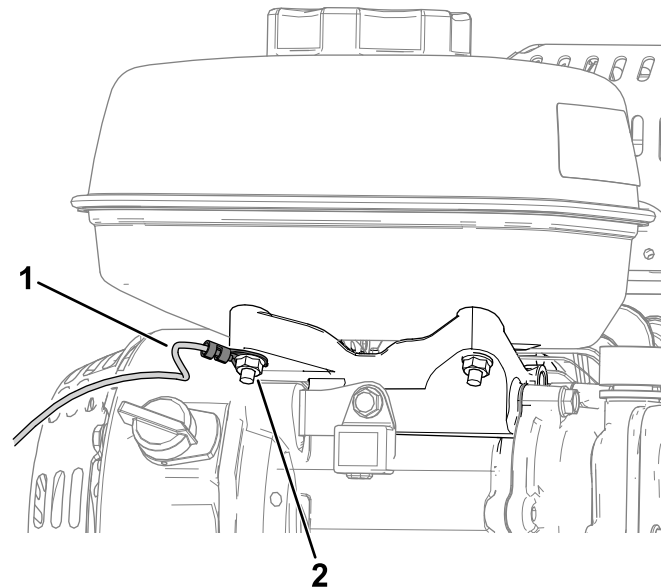

Figure 3
- Avec un écrou existant, connectez le fil de masse (cosse) au moteur sous le réservoir de carburant (**Figure 3**).